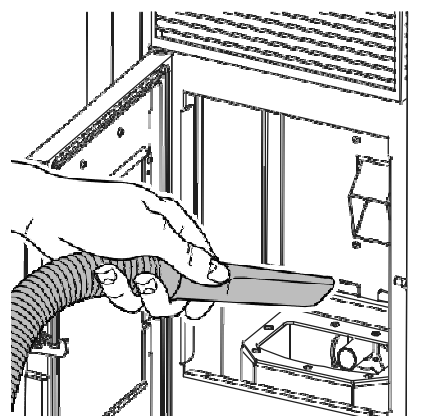

Fig.14.5
- 3) aspirer la cendre ou la suie qui s'est déposée derrière le panneau de fond (Fig.14.5).